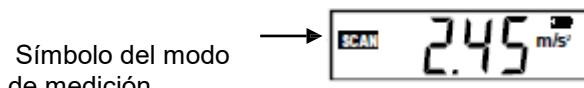

Fig. 2 (Modo de medición)
3. Coloque la punta de medición en posición vertical sobre la superficie que quiera medir. Pulse el botón de medición para que el vibrómetro inicie la medición de la aceleración y manténgalo pulsado durante todo el proceso. Cuando suelte el botón, el valor que haya registrado hasta ese momento se mantendrá en la pantalla a través de la función HOLD. El valor se mantendrá en la pantalla durante un periodo de aprox. 20 segundos. A continuación la pantalla se apagará automáticamente. (Fig. 2).